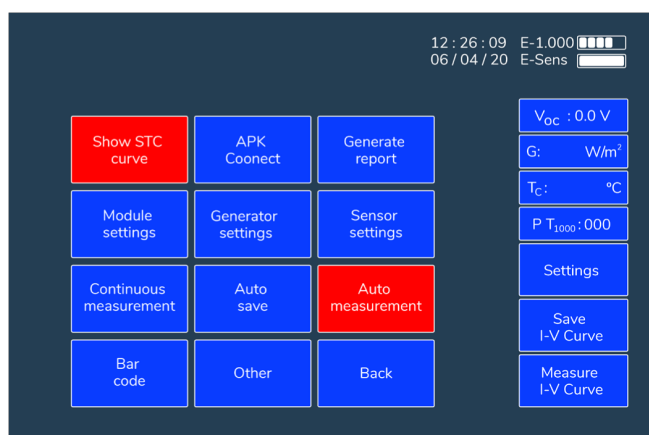

Figura 5.8. Menú de ajustes.
Una imagen del menú de ajustes se puede ver en la *Figura 5.8*. Desde este menú se pueden llevar a cabo todas las configuraciones necesarias del equipo.
IMPORTANTE: desde la App del dispositivo remoto únicamente se podrán llevar a cabo las funciones de la pantalla principal y no se podrá llevar a cabo ninguna configuración del menú de ajustes. (Figura 5.8.). Todos los ajustes necesarios deberán ser configurados en el E-1500 / E-1000 antes de llevar a cabo la conexión con el dispositivo remoto.
2. Dentro del menú de ajustes, acceder al submenú de “Generar Informe” (ver figura 5.8.).